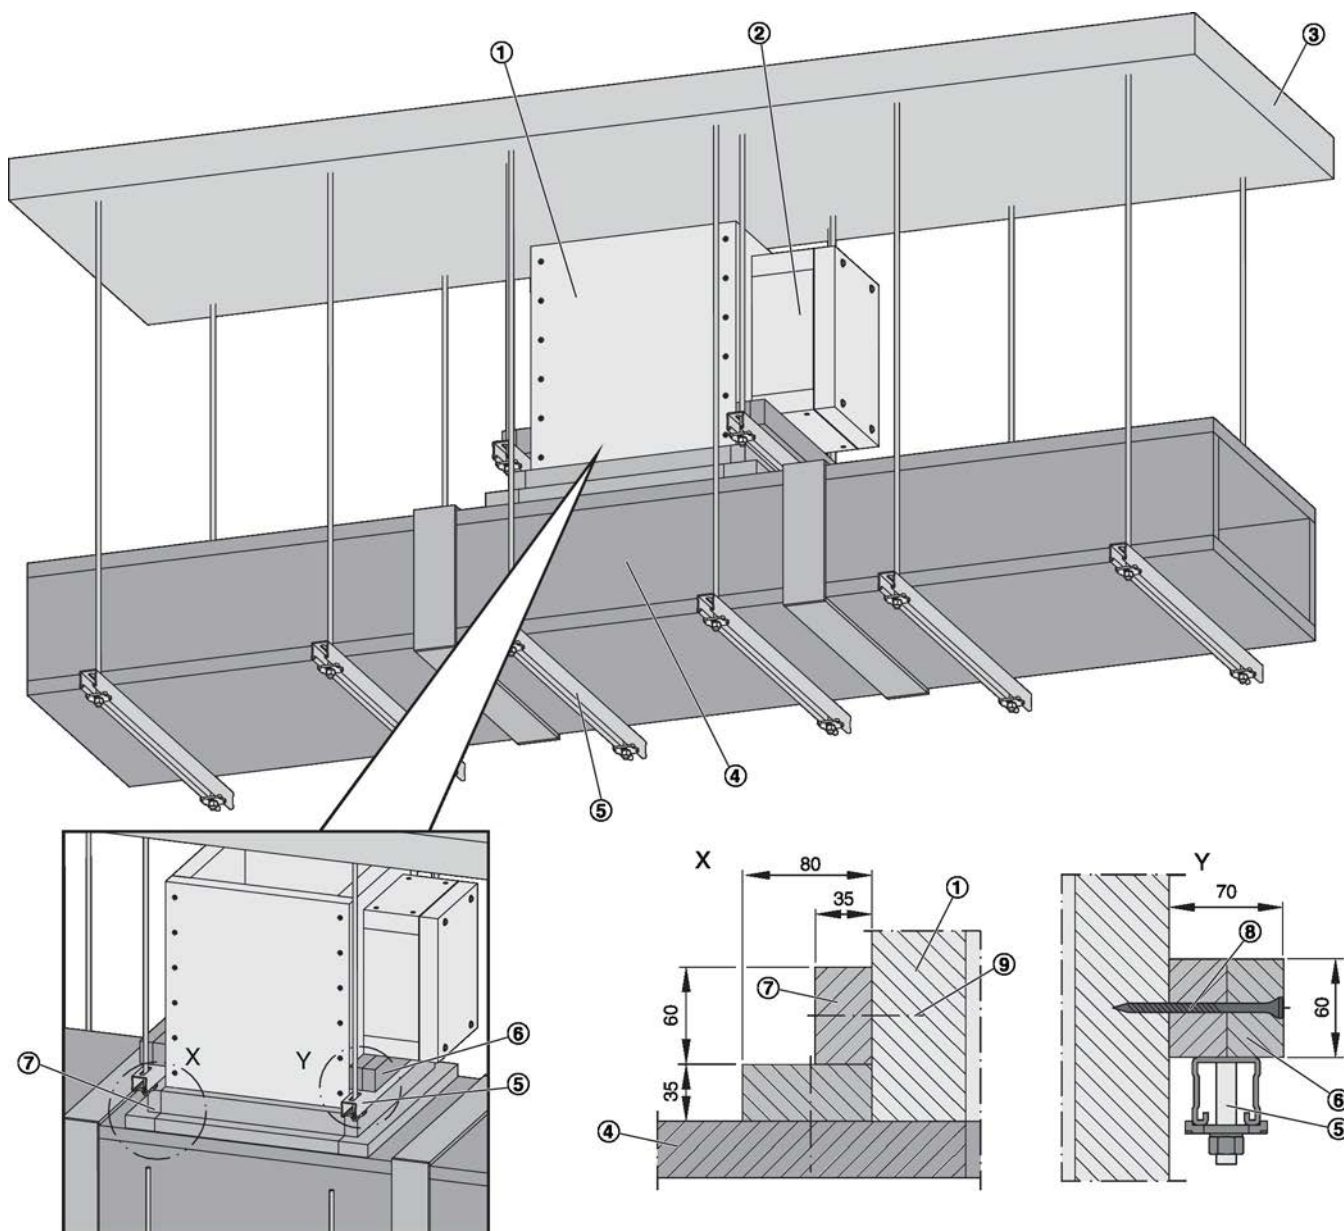

Abb. 15: Einbau auf horizontalen feuerwiderstandsfähigen Entrauchungsleitungen, Klassifizierungsindex: h_{od}
- 1. ▶ Beidseitig die Aufdoppelung (Abb. 15/6) mit Schnellbauschrauben an der Entrauchungsklappe anbringen; (mit $\text{Ø}3 \text{ mm}$ vorbohren), Schraubabstand $\leq 100 \text{ mm}$, mindestens 2 Schrauben.
- 4. ▶ Riegel (Abb. 15/7) zwischen feuerwiderstandsfähiger Entrauchungsleitung und Entrauchungsklappe herstellen. Dazu die Riegel an den Stossstellen, an der Entrauchungsleitung und an der Entrauchungsklappe verkleben und mit Stahldrahtklammern, Abstand $\leq 150 \text{ mm}$, verbinden.